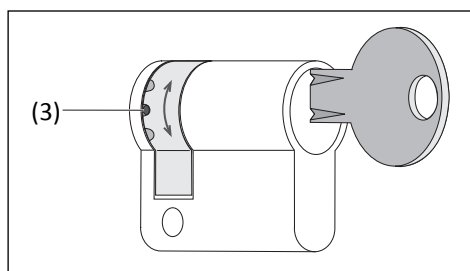

Bild 4
- Verriegelungsstift (3) seitlich am Schließbart hinein drücken und Schließbart in die gewünschte Position drehen (Bild 4).